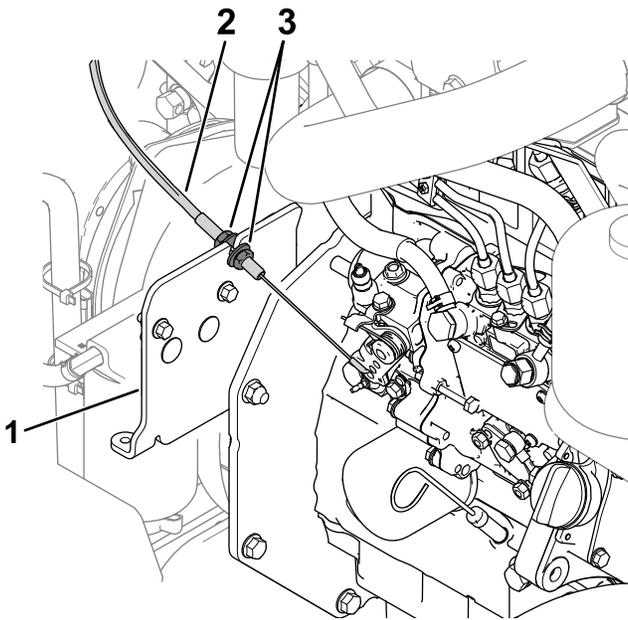

Figure 7
4. Desserrez les écrous de blocage du câble d'accélérateur (**Figure 7**).
- 5. Réglez le câble d'accélérateur sur le support (Figure 7) pour obtenir un régime de 3 100 tr/min.